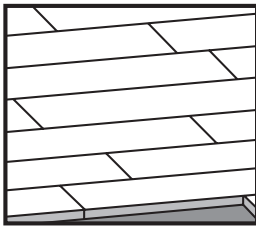

FIGURE 1.1 (CORRECTE)
**ÉTAPE 4:** Taillez la dernière latte de la rangée de départ en laissant la distance appropriée du mur et utilisez la retaille pour commencer la deuxième rangée. Il est préférable de ne pas utiliser cette retaille si sa longueur est inférieure à 6 po, car elle pourrait avoir tendance à se déplacer. Continuez à poser les lattes en insérant d'abord la languette dans la rainure du côté de la latte, puis la languette dans la rainure du bout. Évitez de regrouper, si possible, les joints; pour ce faire, espacez ces derniers d'au moins 8 1/2 po (plancher de 4 1/4 po de large). Enlevez toute trace d'adhésif de la surface finie des lattes avant qu'il sèche en utilisant le dissolvant approprié. Voir la figure 1.1 et 1.2.